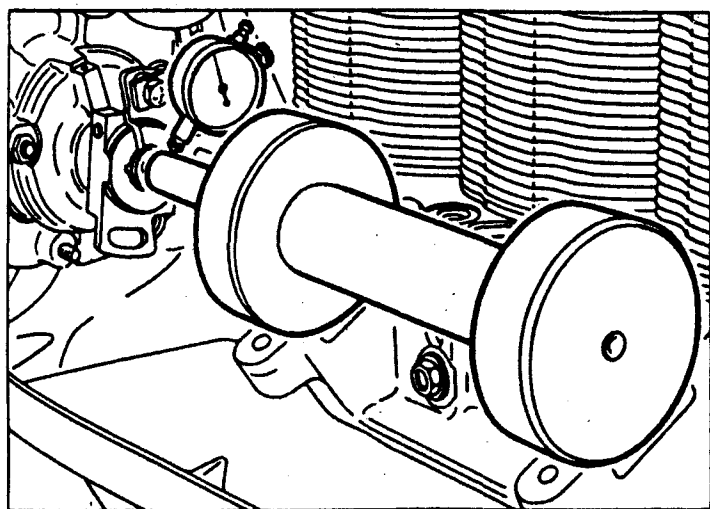

Рис. 26. Проверка соосности вала привода ТНВД
37. Проверить соосность вала привода ТНВД расточке кронштейна ТНВД на картере двигателя, несоосность должна быть не более 0,25 мм (рис. 26).